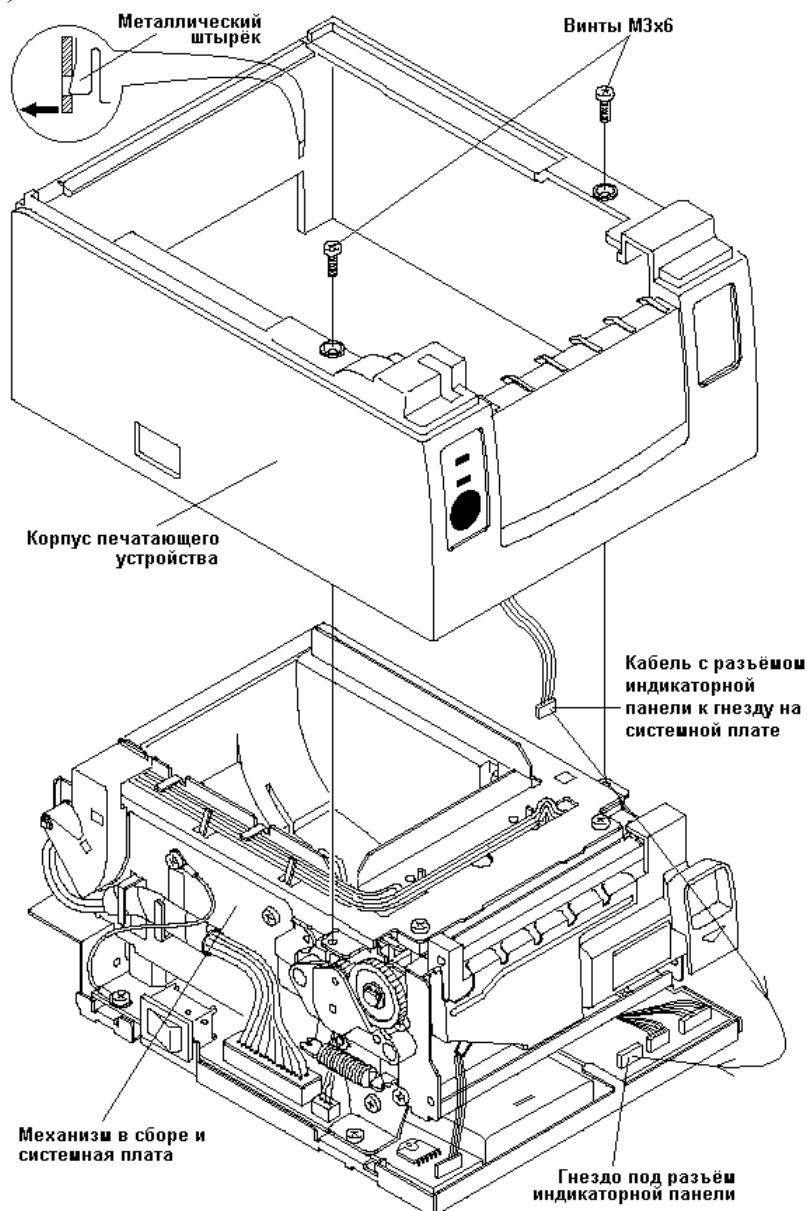

Рисунок 4 Корпус печатающего устройства
Отсоединение пластмассового корпуса печатающего устройства (см. Рис. 4):
2. Открутите два винта M3x6 (см. Рис. 4), которые удерживают пластмассовый корпус.
3. Отогните заднюю часть пластмассового корпуса так, чтобы металлические штырьки вышли из прямоугольных отверстий на задней части корпуса (см. Рис. 4).
5. Так как индикаторная панель соединена кабелем с системной платой, то прежде чем полностью снять пластмассовый корпус печатающего устройства, необходимо отсоединить разъём кабеля индикаторной панели от гнезда на системной плате (см. Рис. 4).